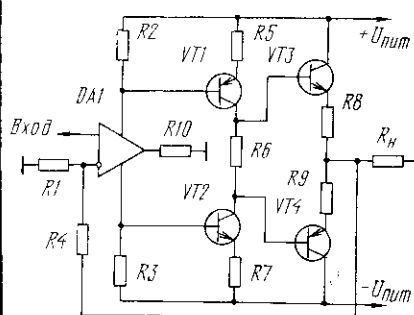
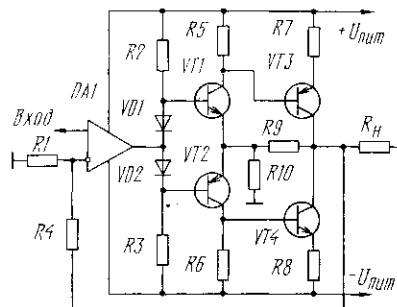

Рис. 2
Рис. 3
В УМЗЧ, представленном на рис.2, транзистор VT1 уже включен по схеме с общим эмиттером и работает с усилением, а транзистор VT3 — по-прежнему по схеме эмиттерного повторителя. В этом случае максимальное напряжение на нагрузочном резисторе R_n составит величину: $U_n = U_{\text{пит}} - U_{\text{насVT1}} - U_{\text{R5}} - U_{\text{бэVT3}} - U_{\text{R8}}$ (2). Напряжение на нагрузочном резисторе УМЗЧ, построенном по схеме, приведенной на рис.3, будет равно: $U_n = U_{\text{пит}} - U_{\text{бэVT3}} - U_{\text{R7}}$ (3). Здесь транзисторы VT1 и VT3 работают с усилением, так как оба включены по схеме с общим эмиттером.
Сравнив выражения (2) и (3), можно заметить, что если будет соблюдаться неравенство: $U_{\text{насVT3}} < U_{\text{бэVT3}} + U_{\text{бэVT1}} + U_{\text{R5}}$, то напряжение на нагрузке УМЗЧ, собранном по схеме, показанной на рис.3, будет наибольшим.